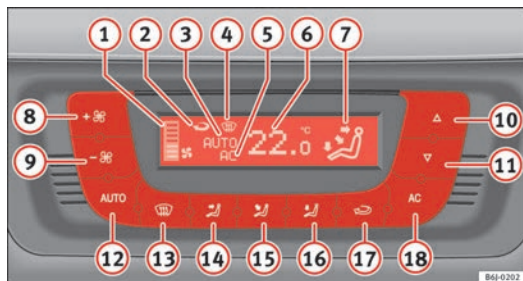

Abb. 93 In der Instrumententafel: Bedienelemente Climatronic
- Drücken Sie die Tasten ⑩ und ⑪ ⇒ Abb. 93, um die Temperatur einzustellen.
- ① Anzeige der Gebläsestufe
- ② Anzeige für Umluftstellung
- Drücken Sie die Taste **AUTO**. Die Anzeige \Rightarrow Seite 136, Abb. 93  erscheint.
- Drücken Sie die Tasten  und  \Rightarrow Seite 136, Abb. 93, um die im Fahrzeuginnenraum gewünschte Temperatur einzustellen. Es wird empfohlen, eine Temperatur von 22 °C (72 °F) einzustellen.
- Drücken Sie eine der Tasten ⇒ Seite 136, Abb. 93 **14** bis **16** oder drücken Sie den Gebläseregler **8** und **9**. Die Anzeige **3** erlischt.
Das Gebläse kann mit den Tasten **8** und **9** eingestellt werden ⇒ Seite 136, Abb. 93. Ist das Gebläse ausgeschaltet (am Display wird keine Gebläsestufe
- Drücken Sie die Taste , um den Umluftbetrieb ein- oder auszuschalten. Der Umluftbetrieb ist eingeschaltet, wenn das Symbol  ⇒ Seite 136, Abb. 93 im Display angezeigt wird.